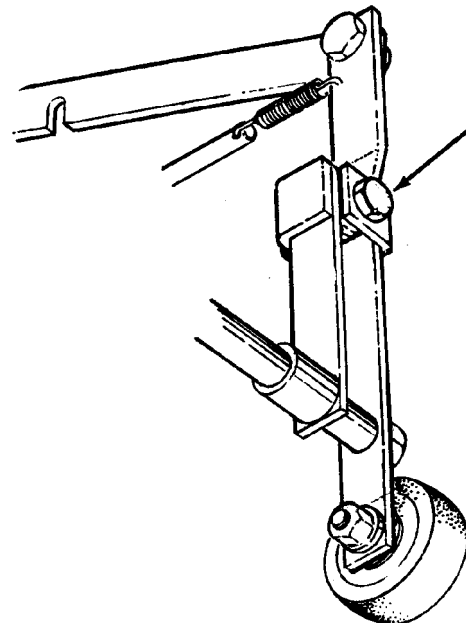

Abbildung 13
1. Lokalisieren Sie die Ausgleichsschraube. Siehe Abbildung 13.